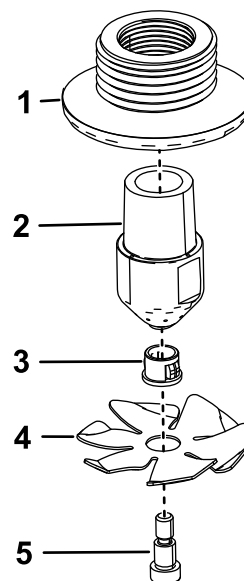

Figura 5
1. Instale os dois bicos de lavagem como se mostra em Figura 5.